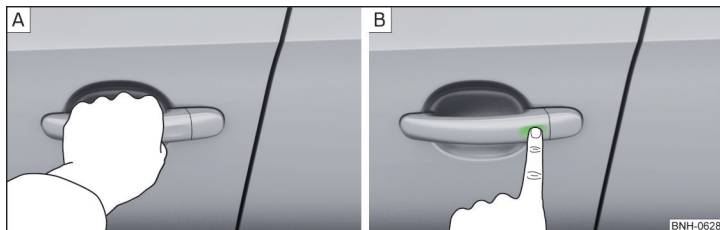

Fig. 31 Descuierea / încuierea autovehiculului
- Trageți de mânerul portierei, pentru a **descuia** autovehiculul » fig. 31 - .
- Pentru a **încuia** autovehiculul, atingeți cu degetul senzorul din mânerul portierei » fig. 31 - .